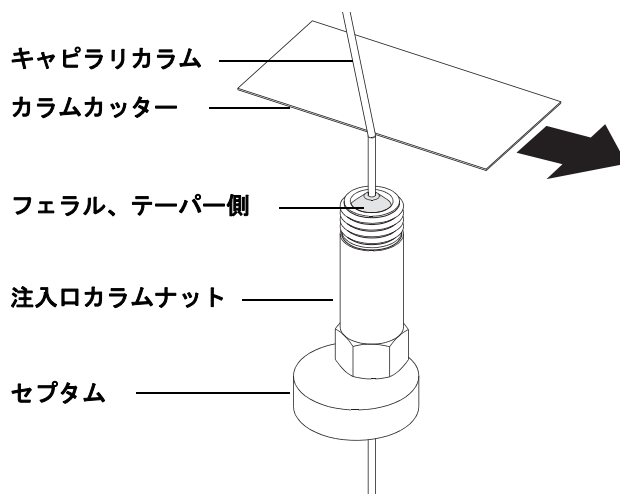

図 3 キャピラリカラムの取り付け準備
- 2 清潔な手袋を着用して、カラムを押してセプタムに通します (少し力が必要です)。次に、カラムナットおよびコンディショニングされたフェラルをカラムの固定されていない方の端に突き通します (図 3)。フェラルのテーパ側を上に向けて通します。